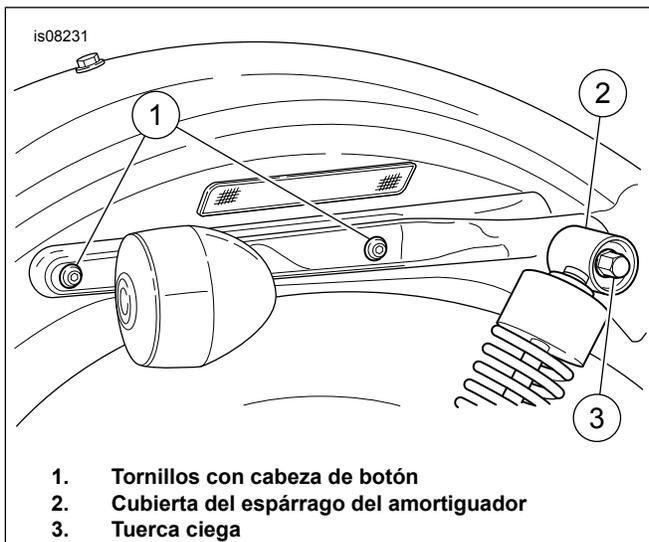

Figura 9. Soporte del guardabarros trasero
4. Vea Figura 9. Quite los tornillos con cabeza de botón y las tuercas de seguridad que aseguran la cubierta del soporte del guardabarros a la estructura. (Si usted tiene un modelo Hugger con una barra Sissy, es posible que uno de estos tornillos y tuercas de seguridad ya haya sido extraído). Guarde los elementos de sujeción para instalarlos después.